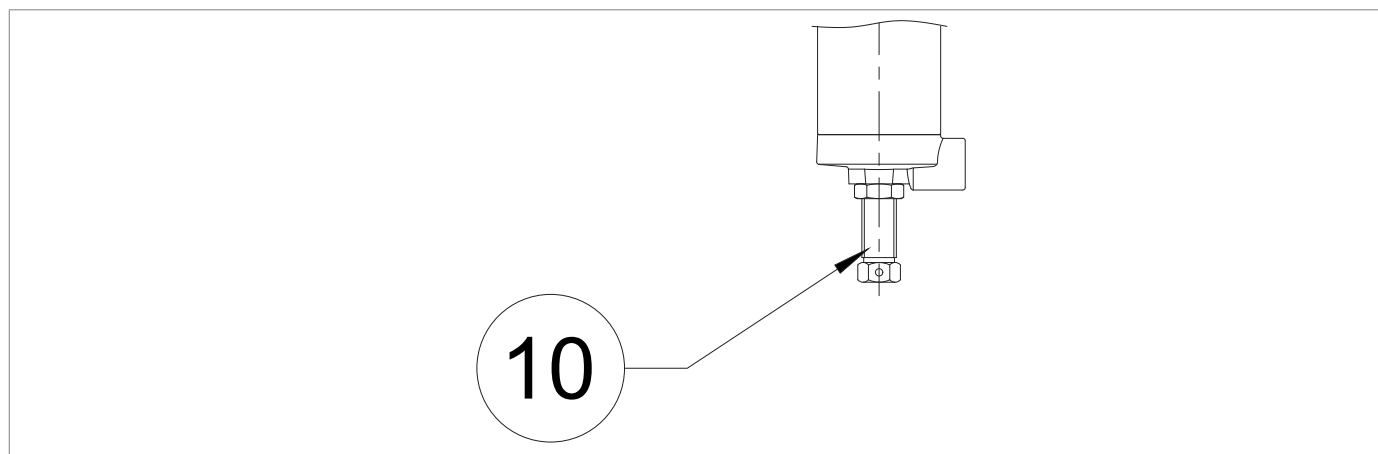

Fig. 8.37. Pilotos serie 200/A/FO y 200/A
12	a- PARA LA PRIMERA PUESTA EN MARCHA DE LA LÍNEA DE REGULACIÓN Si la presión aguas abajo (Pd) no está en el valor de calibración requerido, proceda como sigue: - valor de la presión aguas abajo (Pd) inferior al valor de calibración requerido: cargue el muelle de calibración del piloto (3) girando el tornillo de ajuste (Fig. 8.37, ref. 10) en el sentido de las agujas del reloj - valor de la presión aguas abajo (Pd) superior al valor de calibración requerido: descargue el muelle de calibración del piloto (3) girando el tornillo de ajuste (Fig. 8.37, ref. 10) en el sentido de las agujas del reloj b- DESPUÉS DEL MANTENIMIENTO DE LA LÍNEA DE REGULACIÓN - cargue el muelle de calibración del piloto (3) girando el tornillo de ajuste (Fig. 8.37, ref. 10) para aumentar el valor de presión del regulador (1)